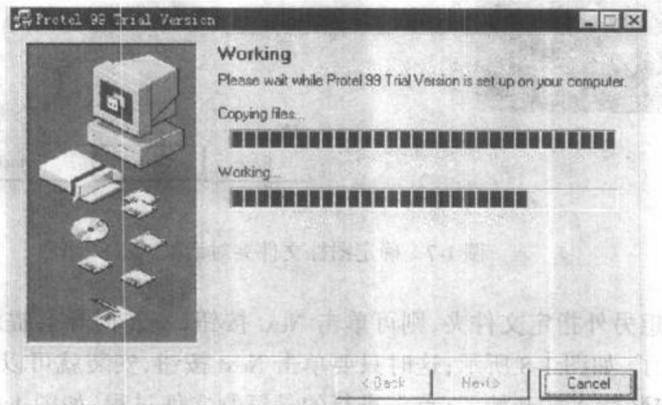

图 1-10 文件复制确认
(10) 复制文件之后进行 Protel 99 复制文件的确认过程,如图 1-10 所示。